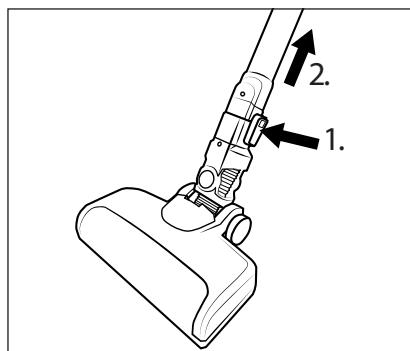

Fig. 12
- ◆ Para desmontar el cepillo para suelos **21** del tubo de aspiración **23**, mantenga pulsado el botón de desencastré del cepillo para suelos **22** y tire del tubo de aspiración **23** para extraerlo del cepillo para suelos **21** (consulte la fig. 12).